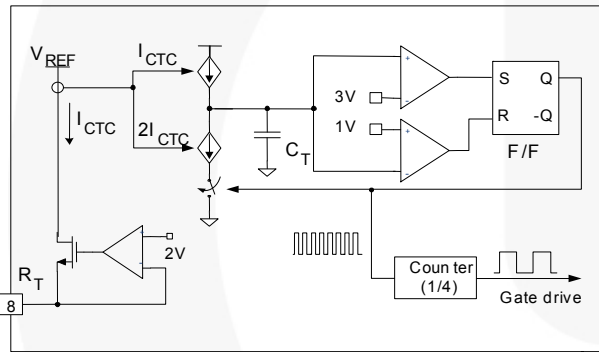

图 16. 电流控制的振荡器
2. 内部振荡器：FAN7621S 采用电流控制的振荡器，如图 16 所示。在内部， R_T 引脚的电压调节在 2V，并且振荡器电容 C_T 的充电/放电电流通过使用电流镜像复制从 R_T 引脚 (I_{CTC}) 流出的电流来获得。因此，开关频率随着 I_{CTC} 的增加而增加。